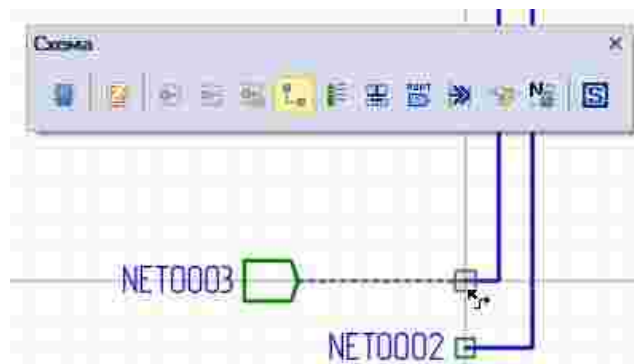

Рис. 254 Размещение цепи от порта
6. Разместить порт на схеме, см. Рис. 254. Положение порта будет зафиксировано, после этого активируется размещение цепи/шины. Размещение цепи/шины осуществляется стандартными способами.